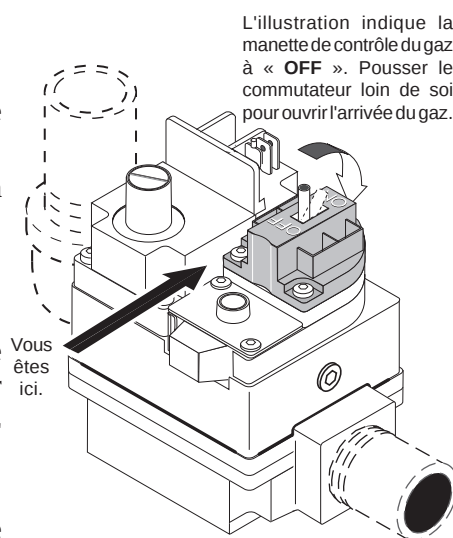

Figure 26.
6. **Soupape de type commutateur :** Tirer le commutateur vers soi afin de fermer l'arrivée du gaz, voir la figure 26.
7. Attendre cinq (5) minutes que tout gaz se dissipe. **ARRÊTER** si une odeur de gaz est détectée. Suivre la consigne « B » dans la section « AVANT LA MISE EN ROUTE » (page 34). Passer à l'étape suivante en l'absence de gaz.
4. **Soupape de type commutateur :** Tirer vers soi afin de fermer l'admission du gaz, voir la figure 26.